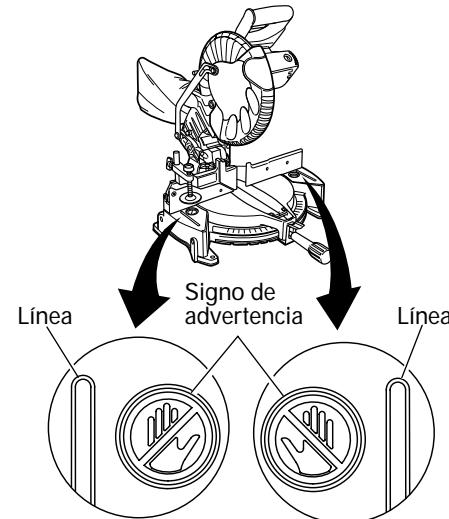

Fig. 18
- \* No coloque nunca sus miembros dentro de la línea cerca del signo de advertencia mientras esté utilizando la herramienta. Esto podría resultar peligroso (consulte la Fig. 18).